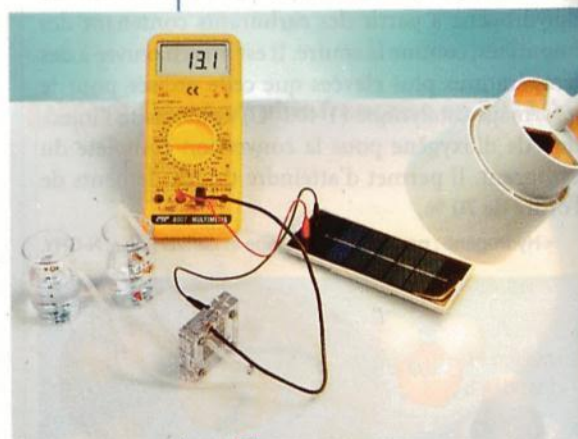

Fig. 2 Fonctionnement de l'électrolyseur.
- Alimenter l'électrolyseur à l'aide d'une cellule photovoltaïque, après avoir placé dans le circuit un ampèremètre branché en série (Fig. 2).